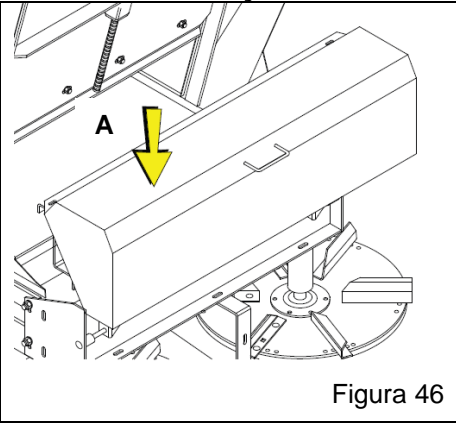

Figura 46
- a) Retire o capô das correias "A" (Figura 46);